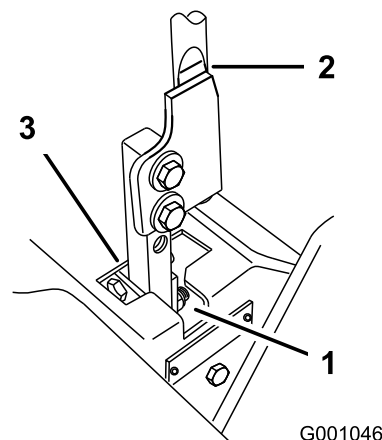

Figure 66
5. Placez le levier au point mort, sans le verrouiller (Figure 66).
6. Tirez-le ensuite en arrière jusqu'à ce que l'axe de chape (situé sur le bras au-dessous de l'axe de pivot) touche l'extrémité de la fente (c.-à-d. commence juste à appuyer sur le ressort) (Figure 66).
7. Vérifiez la position du levier par rapport au cran de la console (Figure 66). Il doit être centré de façon à pouvoir pivoter vers l'extérieur jusqu'à la position de verrouillage du point mort.